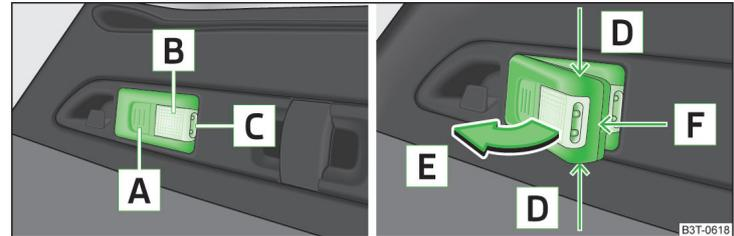

Abb. 109 Leuchte bedienen / Leuchte herausnehmen
- › Beleuchtung des Gepäckraums - es leuchtet Teil **B** » *Abb. 109 auf Seite 105* (die Leuchte sitzt in der Halterung).
- Wird die Leuchte nicht ausgeschaltet und korrekt in die Halterung eingesetzt, werden die Lampen im vorderen Teil **C** » *Abb. 109 auf Seite 105* der Leuchte automatisch ausgeschaltet.
- › Die Taste **A** » *Abb. 109* drücken - die Leuchte leuchtet mit 100 % der Leuchtintensität.
- › Die Leuchte im Bereich der Pfeile **D** » *Abb. 109* anfassen und diese in Pfeilrichtung **E** herausschwenken.
- › Die Akkuabdeckung mit einem schmalen, spitzen Gegenstand ab der Stelle des Arretierungsclips **F** » *Abb. 109 auf Seite 105* abhebeln.